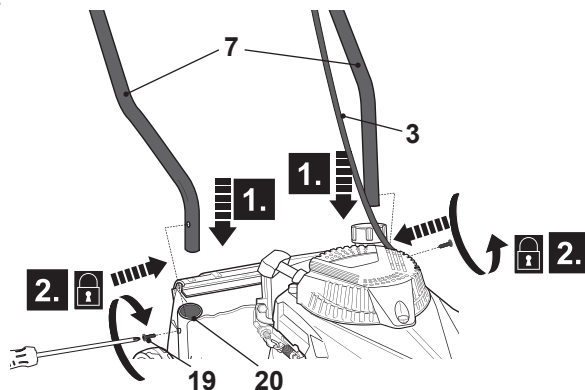

Fig. 1
2. Insira as barras de apoio inferior (7) nos suportes de punho (20). Alinhe os orifícios de montagem do guidador inferior (7) e os suportes do punho (20) (Fig. 1, passo 1).
3. Fixe o guidador inferior (7) com os parafusos do suporte do punho (19) usando a chave de fenda adequada (não fornecida) (Fig. 1, passo 2).